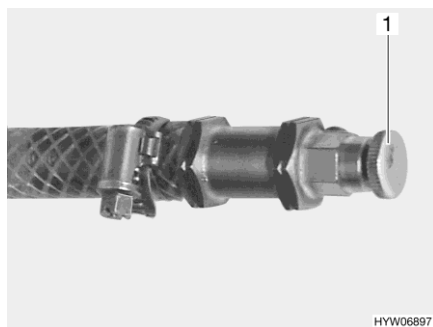

Fig. 281 Valvola di sfiato del riscaldamento ad acqua calda
- Aprire la valvola di sfiato (Fig. 281,1) e lasciare uscire tutta l'aria presente nel circuito.